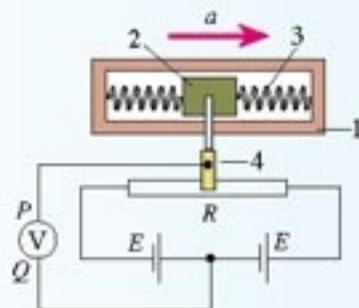

图 6.2-11 自制加速度计
2. 某同学设计了一个加速度计，如图 6.2-11 所示。具有一定质量的滑块 2 可以在光滑的框架 1 中平移，滑块两侧用弹簧 3 拉着； R 为滑动变阻器，4 是滑动片，它与电阻器任一端间的电阻值都与它到这端的距离成正比。这个装置实际上是一个加速度传感器。